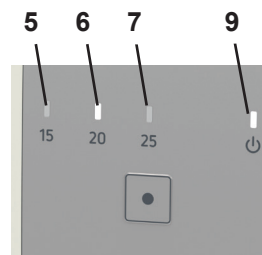

Abb. 4
- ♦ Die grüne Betriebsanzeige (9, Abb. 4) blinkt schnell.
- ♦ Die gelbe Anzeige des eingestellten Schwellenwerts leuchtet (5, 6, 7, Abb. 4).
- ♦ Die grüne Betriebsanzeige (9, Abb. 4) leuchtet
Solange der Volumenstrom größer als der eingestellte Schwellenwert ist, leuchtet die entsprechende Anzeige (5, 6, 7, Abb. 4)